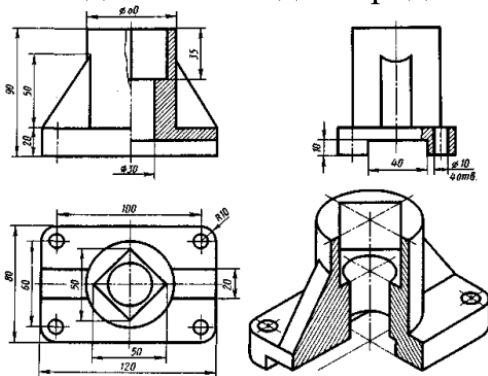

Рисунок 1 Образец готовой работы
1. Сопряжение двух сторон прямого (рис.1, в), острого (рис.1, а) или тупого (рис.1, б) углов дугами радиуса R выполняют следующим образом. Параллельно сторонам угла на расстоянии, равном радиусу дуги R , проводят две вспомогательные прямые линии и находят точку O пересечения этих прямых. Точка O является центром дуги радиуса R , сопрягающей стороны угла. Из центра O описывают дугу, плавно переходящую в прямые – стороны угла. Дугу заканчивают в точках сопряжения n и n_1 , которые являются основаниями перпендикуляров, опущенных из центра O на стороны угла.